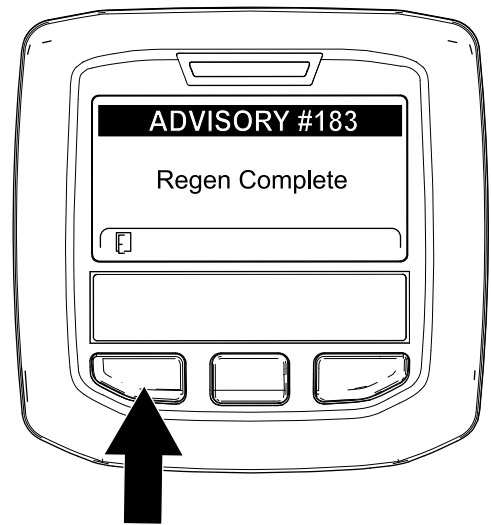

Figura 80
9. Când computerul motorului finalizează o regenerare în stare de parcare sau de recuperare, InfoCenter afiează ADVISORY #183 (recomandarea nr. 183) (Figura 80). Apăsai butonul din stânga pentru a reveni la ecranul de pornire.
Notă: Dacă regenerarea nu se finalizează, InfoCenter afiează Advisory #184 (recomandarea nr. 184) (Figura 80). Apăsai butonul din stânga pentru a reveni la ecranul de pornire.